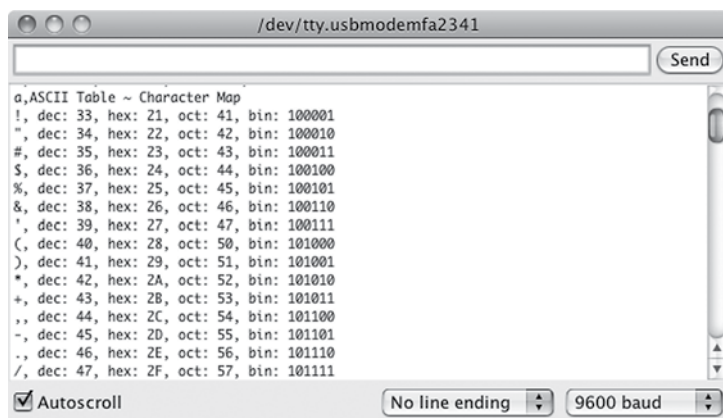

Figura 1.9 – Monitor serial mostrando a saída de um Arduino imprimindo uma tabela ASCII.
- **Serial monitor** – Abre o monitor serial em uma nova janela (veja figura 1.9 na próxima seção).
O monitor serial mencionado na seção anterior monitora os dados entre o Arduino e o sistema do computador central através do cabo USB conectado. O Arduino pode enviar informações utilizando código e pode também recebê-lo. Você pode ver isso na figura 1.9.